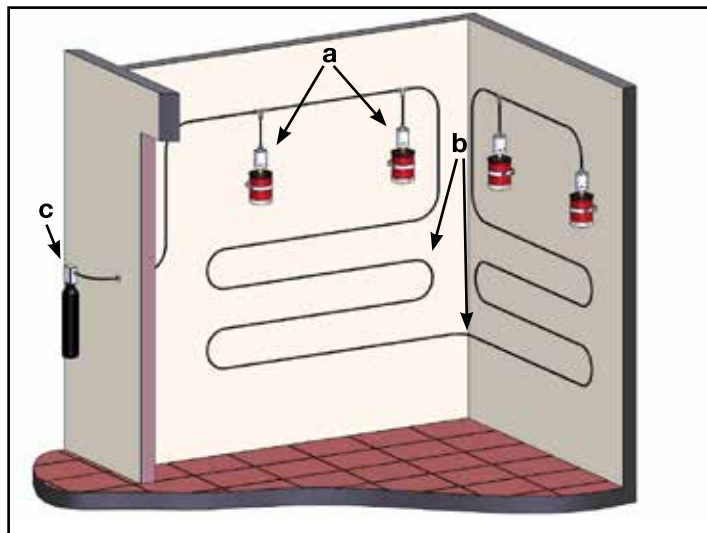

Bild 2: grundlegender Systemaufbau
- Einem oder mehreren Dynameco-PA01 Löschgeneratoren (Bild: 2.a)
- Einem Sensorschlauchsystem in einer dem Einsatzzweck angepassten Länge und Gestaltung (Bild: 2.b)
- Einer Druckspeichereinheit zur Einstellung und Erhaltung des Systemdrucks (Bild: 2.c)